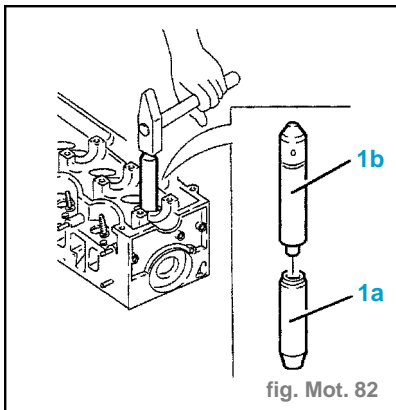

fig. Mot. 82
- Déposer le guide des soupapes (1a) avec l'outil (1b) 1.821.053.000. (fig. Mot. 82)